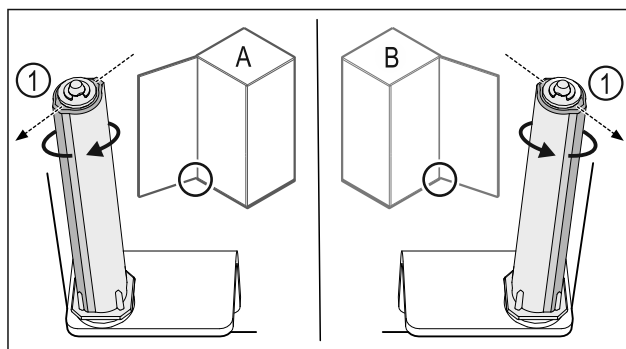

Fig. 41 Kreisais atbalsts (A) / labais atbalsts (B)
- ▶ Grieziet slēgšanas sistēmu pret pretestību, līdz slēgšanas sistēmas balstiņš Fig. 41 (1) ir vērsts uz augšu.